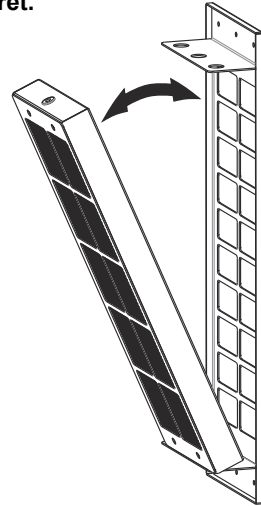

Fig. 7
3. ➡ Ta bort kolfiltret från ramen (Fig. 7).